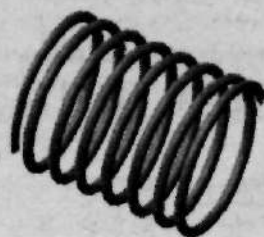

Рис. 2.92. Полученная 3D-модель Пружины
11. На панели **Вид** щелкните по кнопке **Полутоновое** и выберите ориентацию **#Изометрия ZXY** (рис. 2.92).